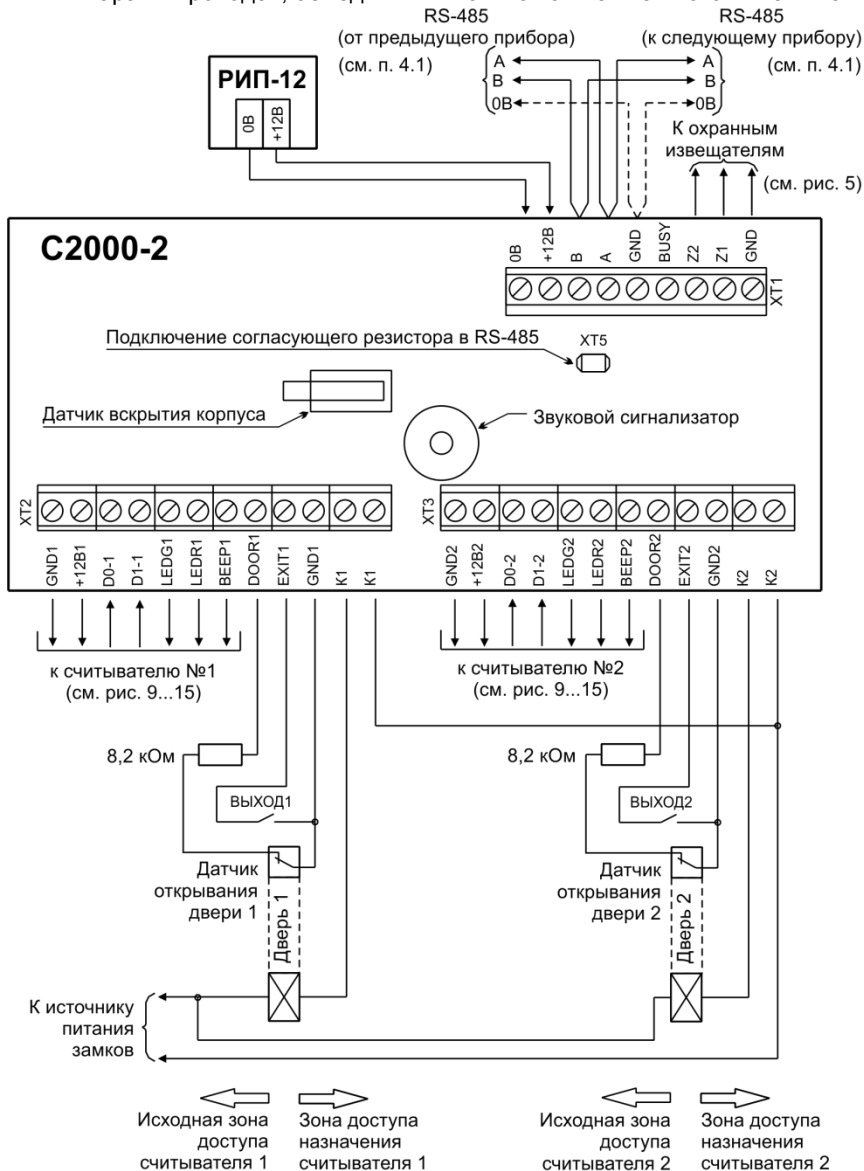

Рисунок 17. Схема подключения контроллера в режиме «Две двери на вход»
4.7.1 Подключите оборудование первой двери (считыватель, замок, кнопку "ВЫХОД", датчик открывания двери) к контактам контролера, обозначение которых заканчивается цифрой 1, а оборудование второй двери – к контактам, обозначение которых заканчивается цифрой 2 (см. рис. 17).